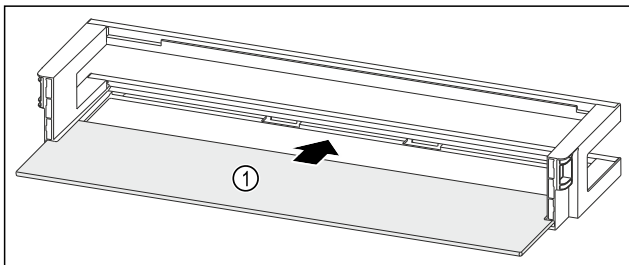

Fig. 134 Ajtópolc tárolólappal
- ▶ Tolja be a tárolólapot Fig. 134 (1) az oldalsó bemarásokba.